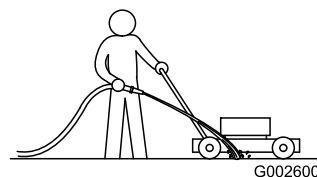

Figura 21
4. Tenete un tubo da giardino a livello della stegola e spruzzate un getto d'acqua davanti alla ruota posteriore destra (Figura 21).